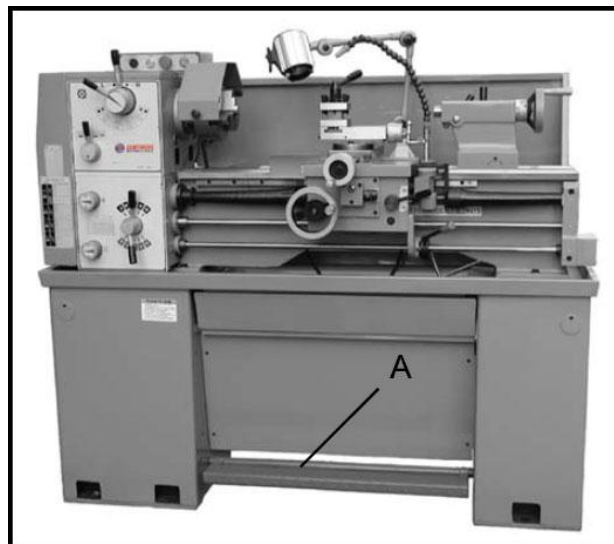

Рис. 18
21. **Ножной тормоз** (А, Рис. 18) — расположен между опорами станка. Нажмите на него, чтобы остановить все функции станка.